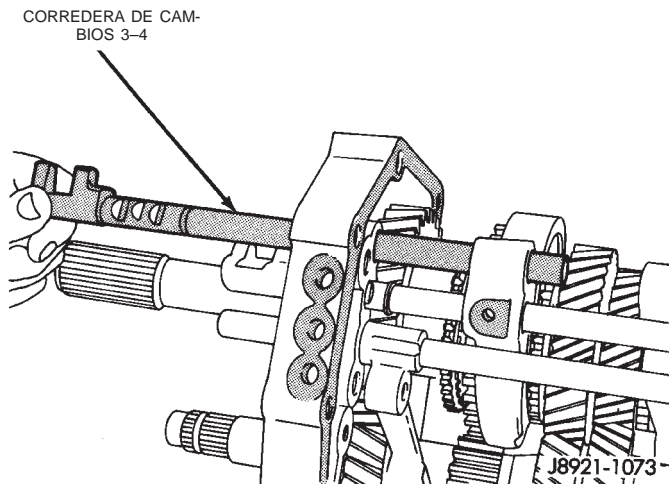

Fig. 71 Desmontaje de la corredera de cambios 3-4
(23) Retire la corredera de cambios de 3-4 de las horquillas de cambio 1-2 y 3-4 y la placa intermedia (Fig. 71).